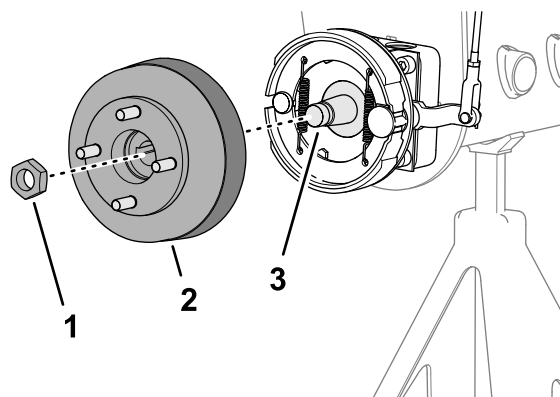
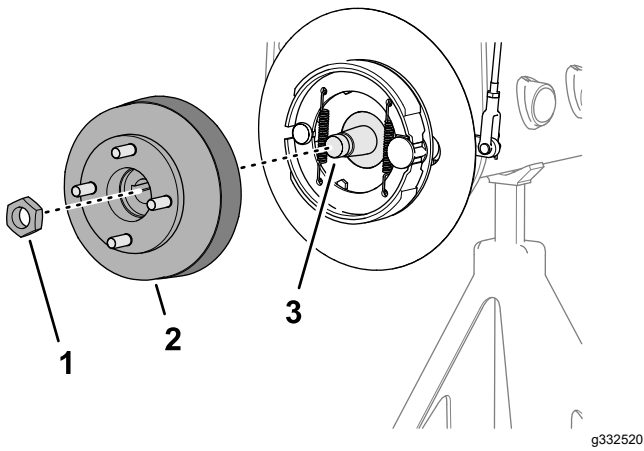

図 84
図 85
3. ホイールハブとブレーキドラムをホイールモータのシャフトに組み付ける図84または図85。
4. ロックナットでホイールハブをシャフトに取り付け 図 84または 図 85、手締めする。